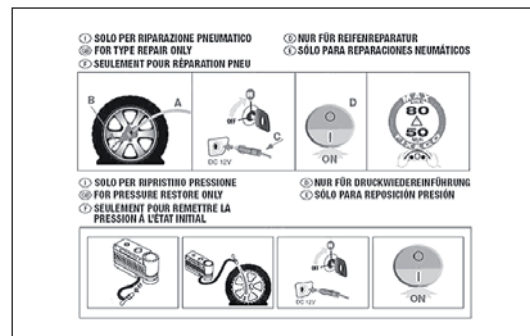

fig. 133
- ☐ un folleto (ver fig. 133) con las instrucciones para emplear correctamente el kit de reparación rápida, entregado al personal que deberá reparar el neumático;